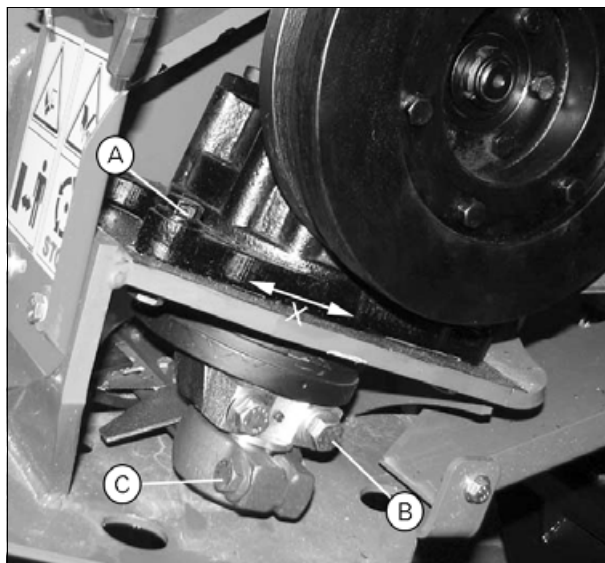

Рис. 2.
**ВАЖНО:** Болты M12 (A) и (B) **ДОЛЖНЫ** иметь класс прочности не менее 10.9.
1. Установите болты (A) и мягко затяните их.
2. Установите нож и затяните болты (B) моментом 125 Нм. Мягко затяните болт (C).
3. Отрегулируйте длину вибрационной коробки в продольном направлении (X), так чтобы задняя кромка ножа касалась направляющих (D) (рис. 2).
4. Отрегулируйте вибрационную коробку так, чтобы ременный шкив стал в линию с боковой жаткой. - Приложите прямолинейную планку (E) к ременному шкиву. Отрегулируйте вибрационную коробку так, чтобы расстояние до двух U-образных секций (F) на боковине жатки было одинаковым. Затяните болты (A) (рис. 2) моментом 125 Нм.
5. Не устанавливая ремень, вручную проверните ременный шкив 8-10 раз, чтобы нож ровно стал на свое место. Затяните болт (A) (рис. 2) моментом 70 Нм.